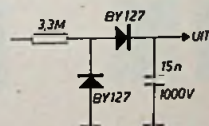

Fig. 2
*) Een betere schakeling wordt verkre-gen door de condensator van 15 nF ('x') weg te laten! Het enige is dan, dat een aanwezige gelijkspannings-component in het te meten object de meteraanwijzing in de war stuurt. Dat is is weer te verhelpen door een diode i.p.v. de 1 M Ω weerstand aan te bren-gen (zie fig. 2). — Red. RB.